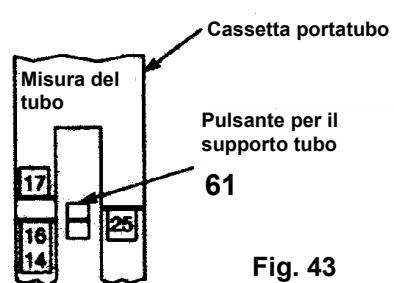

Fig. 43
Sul lato di aspirazione e sul lato di mandata della cassetta grande sono posti dei supporti tubo regolabili con i quali viene impostato l'arresto tubo in dipendenza delle diverse misure di tubo. Il pulsante (61) per la regolazione del supporto tubo viene impostato come rappresentato in fig. 43: